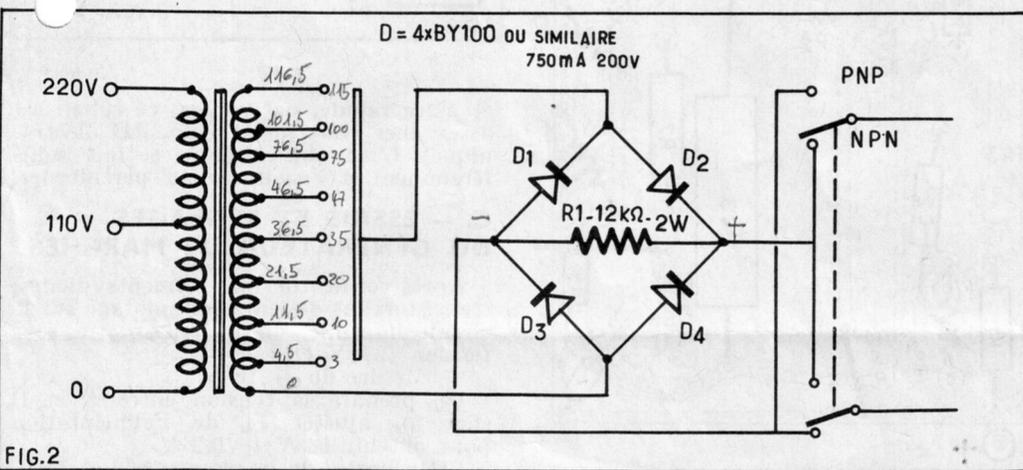

FIG.2
A. — RÉALISATION DU GÉNÉRATEUR VCE (Fig. 2)
Le générateur d'arches est constitué par un pont redresseur (fig. 2).